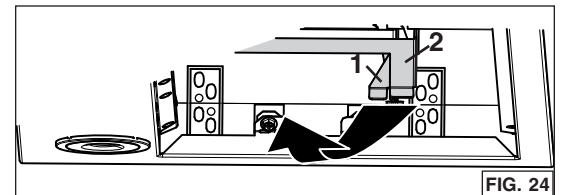

FIG. 24
- NOTA: En el caso de que, por cualquier motivo, se debe retirar el aparato del gabinete, es posible desbloquear los ganchos Ease of Install. Para hacerlo: mantener la campana y empujar en uno de los lados, levantar simultáneamente ambos palancas de los ganchos Ease of Install (1 y 2, en gris en la FIG. 24) del otro lado de la campana hasta que los ganchos estén desbloqueados.